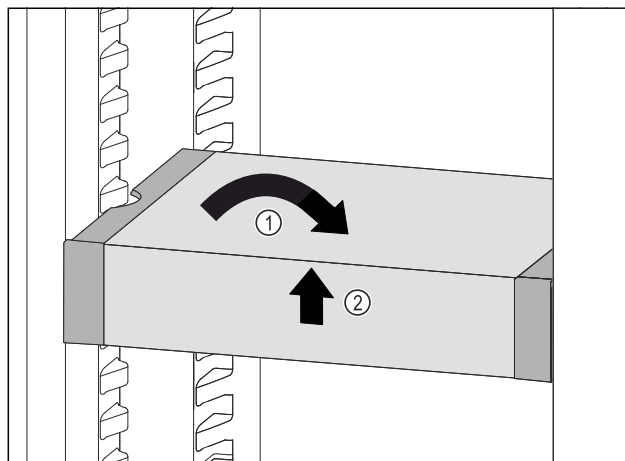

Fig. 127
- VarioSafe postavte rovně. Fig. 127 (1)
- VarioSafe vpředu zvedněte. Fig. 127 (2)